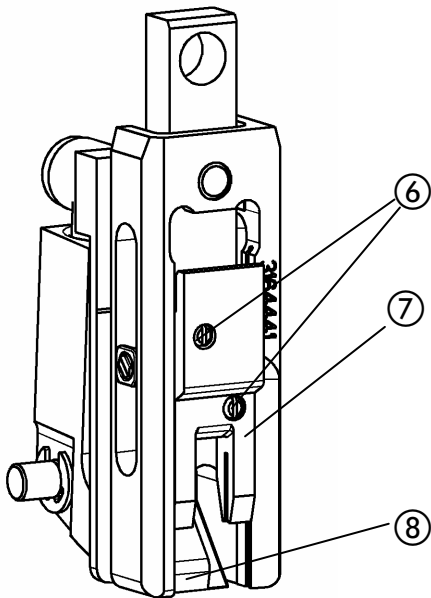

Fig. 38
- Fig. 38 -
- Desenroscar el tornillo prisionero ⑥ y empujar el impulsor ⑦ hacia abajo fuera del plegador.
- Presionar hacia atrás la lengüeta del empujador ⑧ e introducir el impulsor desde abajo en el plegador.